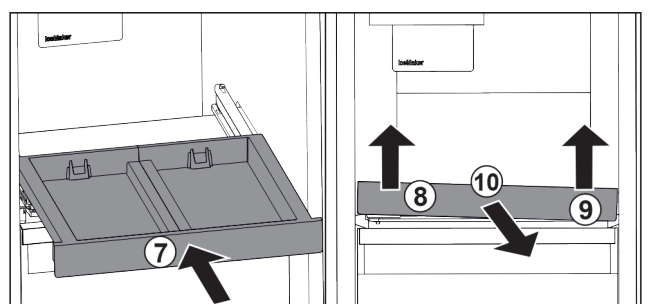

Fig. 35
- Rentrer le compartiment coulissant. Fig. 35 (7)
- Soulever le compartiment coulissant au niveau de la partie avant gauche. Fig. 35 (8)
- Soulever le compartiment coulissant au niveau de la partie avant droite. Fig. 35 (9)
- Retirer le compartiment coulissant par l'avant. Fig. 35 (10)